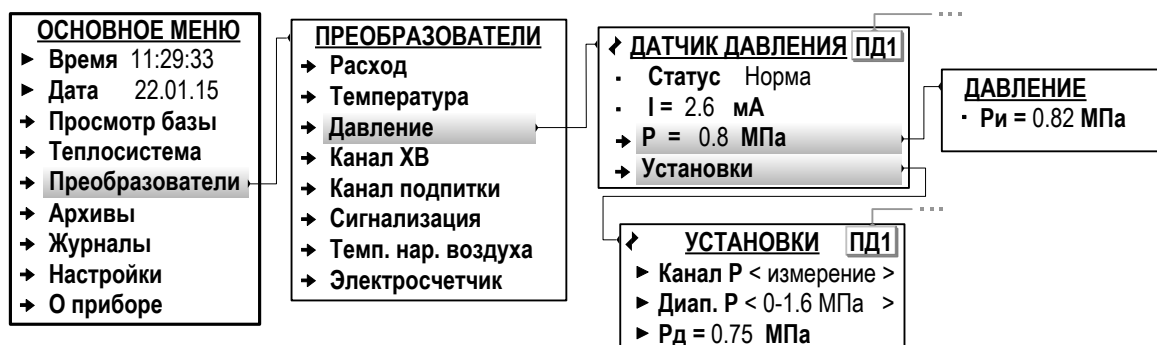

Рис.31. Вид меню настройки ПД (режим СЕРВИС).
6.5.5.2. Настройка параметров входов для подключения преобразователей давления выполняется в меню **Преобразователи / Давление / Установки** (рис.31).